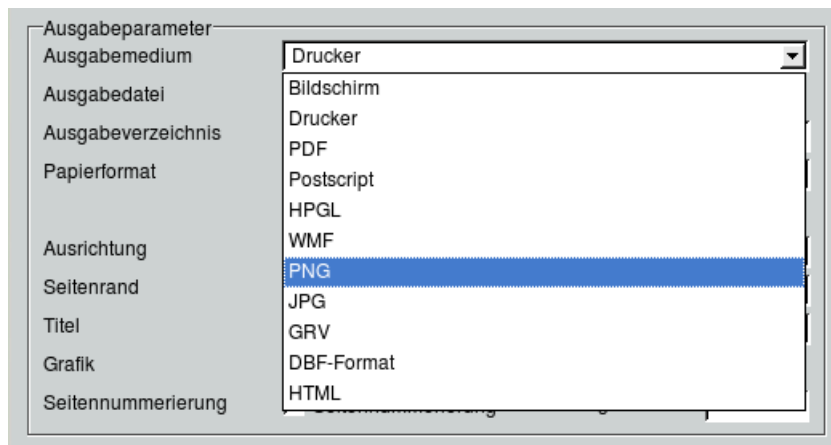

Abbildung 4.11: Liste Ausgabemedium
- auf welches Medium bzw. in welches Dateiformat die Ausgabe erfolgt (↔ Abb. 4.11)